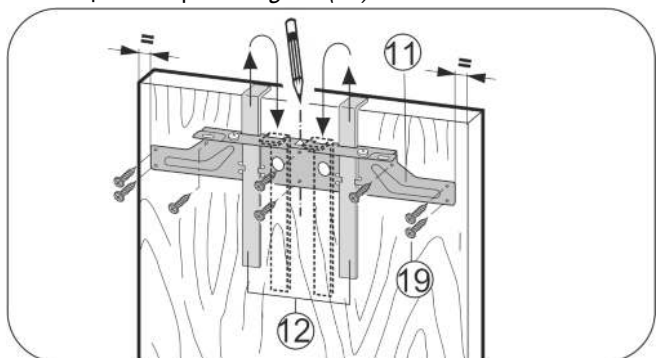

Fig. 18
- ▶ Навесьте крепежную поперечину Fig. 18 (11) с монтажными вспомогательными элементами Fig. 18 (12) на внутреннюю сторону мебельной дверцы.
- ▶ Выровняйте крепежную поперечину Fig. 18 (11) в центре двери.*
- ▶ Прикрутите крепежную поперечину Fig. 18 (11) по меньшей мере 6 винтами Fig. 18 (19).
- ▶ Прикрутите крепежную поперечину Fig. 18 (11) 4 винтами Fig. 18 (19) по краю.
- ▶ Вытяните вверх монтажные приспособления Fig. 18 (12) и, развернув, вставьте их в расположенные рядом приемные отверстия.